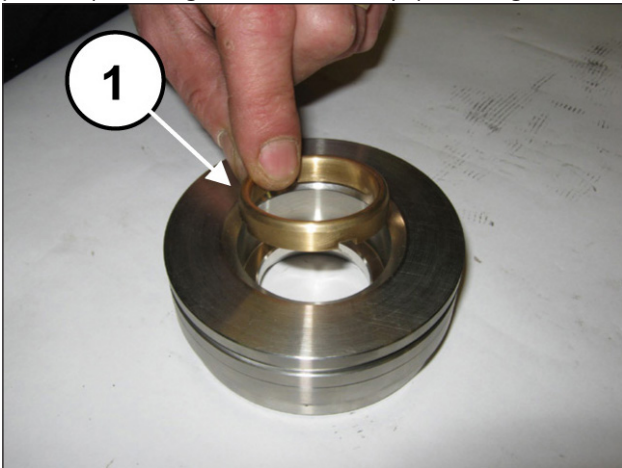
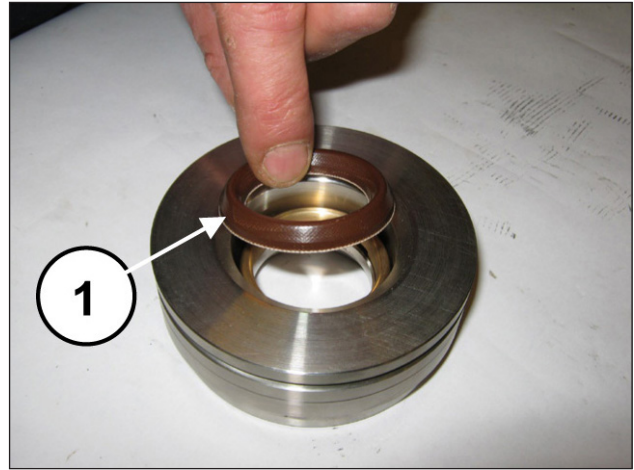
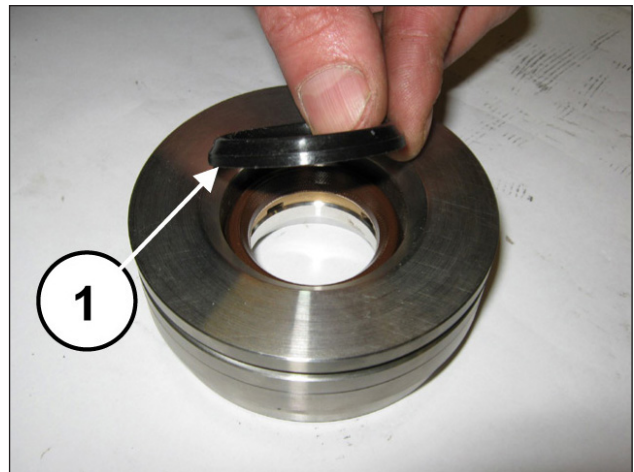

Fig. 182
Fig. 183
Fig. 184
Monte o anel da cabeça (pos. ①, Fig. 182), a junta de alta pressão (pos. ①, Fig. 183) e o anel restop (pos. ①, Fig. 184).